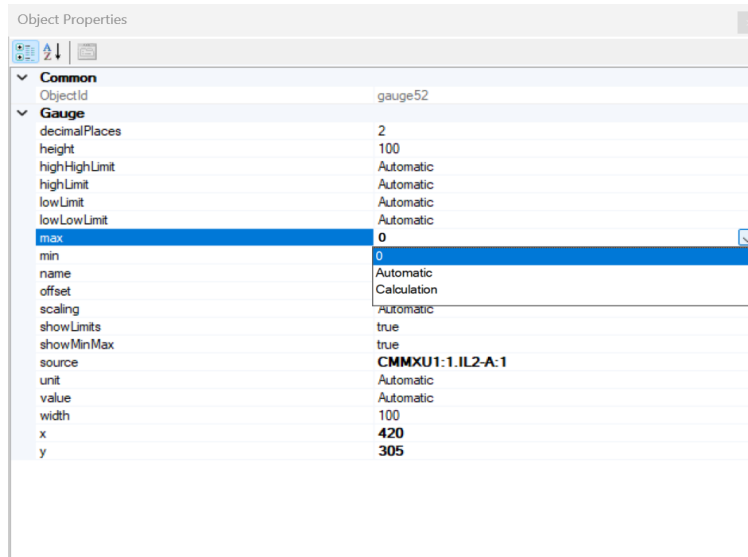

Imagen 155_Selección de valor máximo para la medición de corriente.
3.18 En la opción de “max” seleccionaremos la opción de cero como se muestra en la **Imagen 155**.